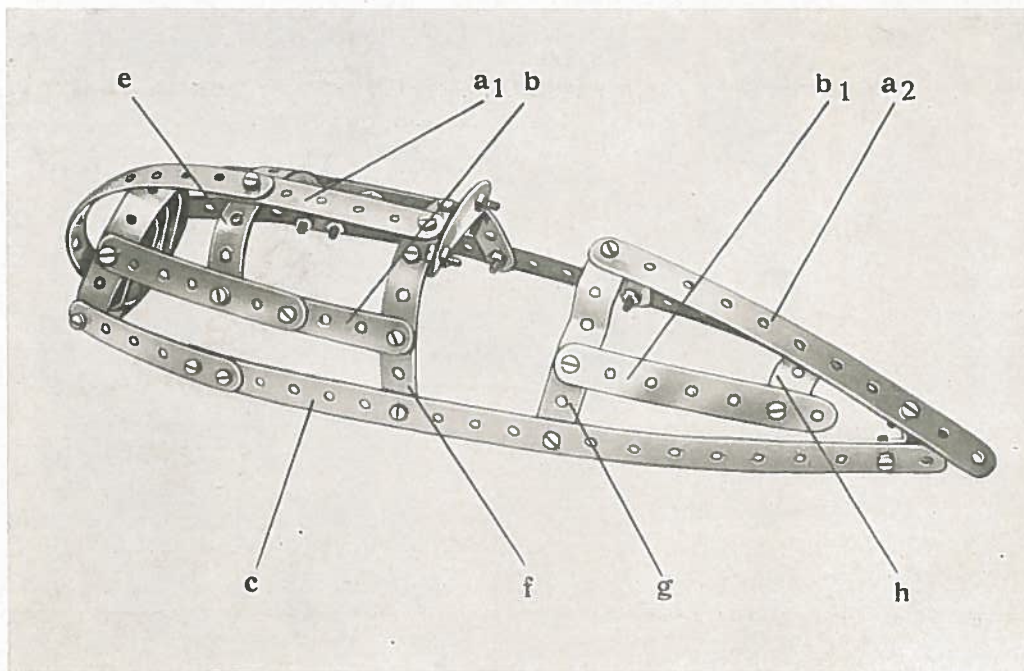

Fig. 12b
4. Der Wagenaufbau. Alle Teile werden nach der Biegevorlage fertig gestellt und nach Fig. 12b und der Gesamtaufnahme verschraubt. Gurt a 1 vorne